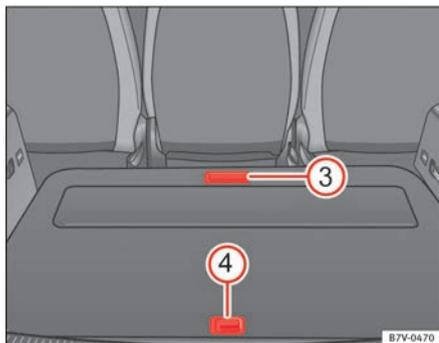

Abb. 121 Im Gepäckraumboden: weitere Ablagefächer
Ablage vorn öffnen ⇒ Abb. 121 (3):	▷ Vorderen Teil des Gepäckraumbodens mit dem Griff nach hinten klappen.
Ablage hinten öffnen ⇒ Abb. 121 (4):	▷ Hinteren Teil des Gepäckraumbodens mit dem Griff nach oben ziehen.